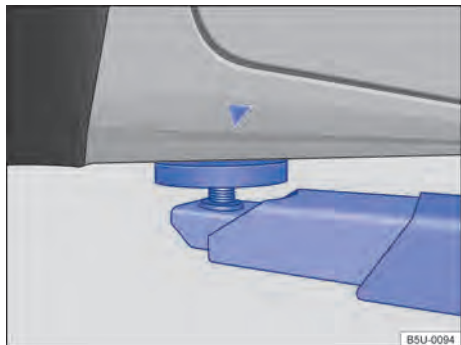

Fig. 223 Pontos de apoio dianteiros para a suspensão com plataforma elevatória ou com macaco.
O veículo deve ser suspenso somente pelos pontos indicados nas figuras → Fig. 223 e → Fig. 224. Se o veículo não for suspenso pelos pontos indicados, podem ocorrer danos no veículo →  e ferimentos graves → .
- Suspender o veículo somente pelos pontos indicados nas figuras → Fig. 223 e → Fig. 224. Se o veículo não for suspenso pelos pontos indicados, o veículo poderá cair da plataforma elevatória quando, por exemplo, o motor ou a suspensão for desmontado.